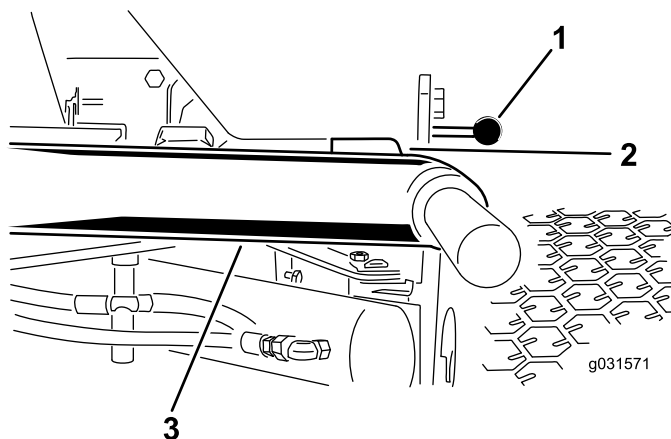

Figura 10
1. Ligue o motor, eleve as unidades de corte e certifique-se de que a folga entre cada braço de elevação e o suporte da placa do chão é de 5 a 8 mm, conforme se mostra na Figura 10.